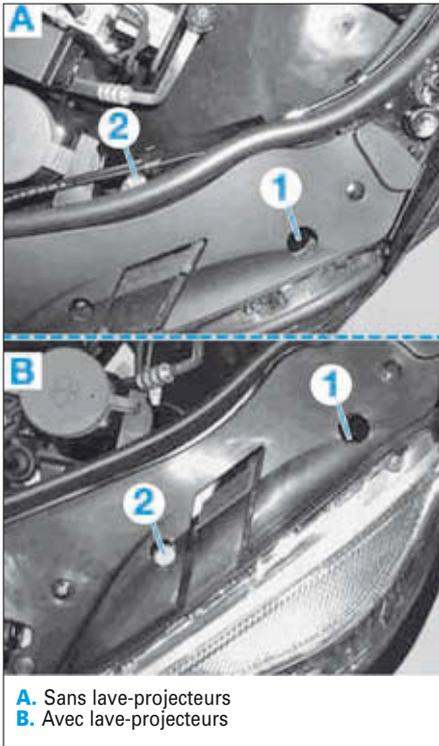

FIG. 44
- Le réglage horizontal du projecteur s'effectue en actionnant la vis (1) (Fig.44).
- Le réglage latéral du projecteur s'effectue en actionnant la vis (2).